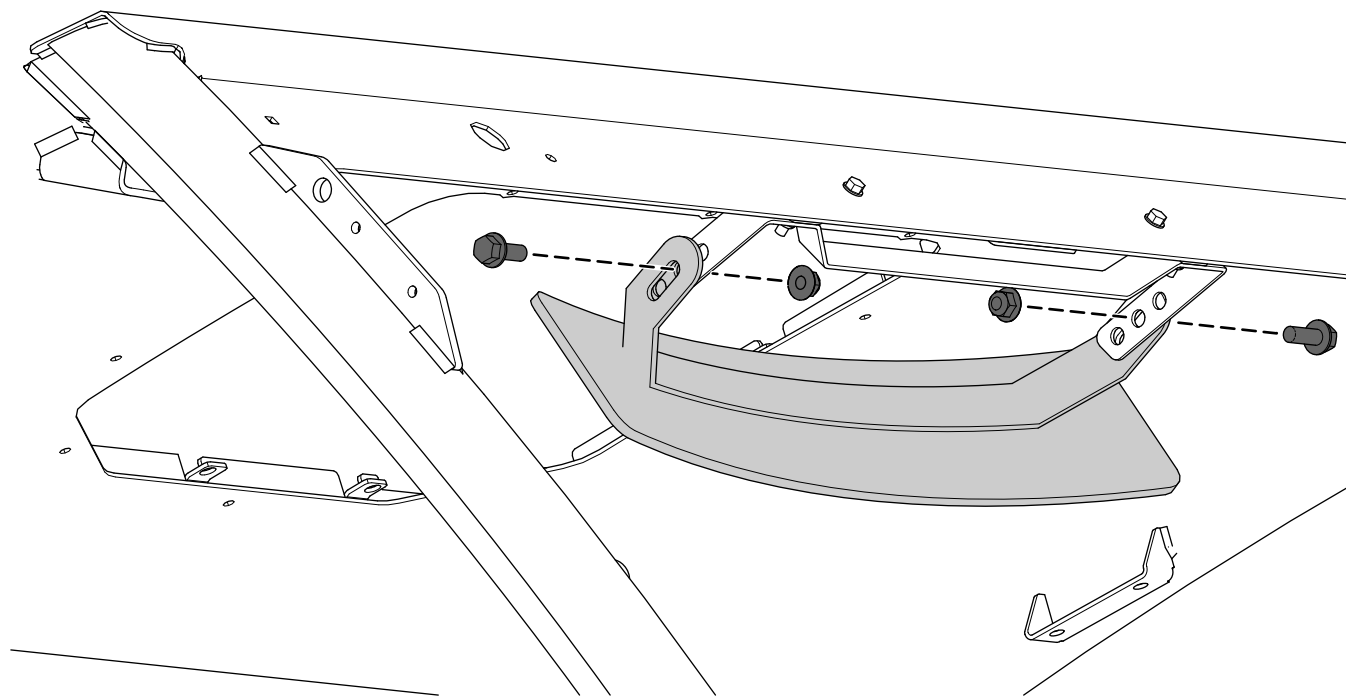

Figura 8
3. Fissate lo specchietto grandangolare al gruppo supporto dello specchietto usando 2 bulloni a testa esagonale flangiata ($\frac{3}{8}$ " x 1") e 2 dadi di bloccaggio ($\frac{3}{8}$ "), come illustrato nella Figura 8.